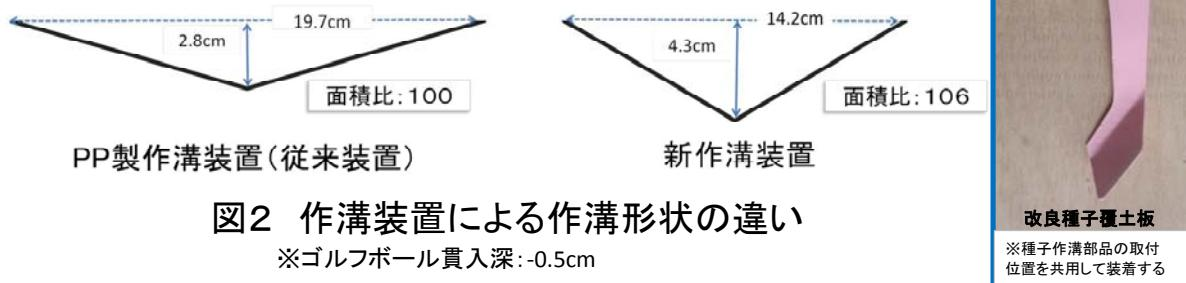

図2 作溝装置による作溝形状の違い
- (3) 従来装置と比較すると、作溝する溝の形状は、幅が狭く、深溝であるが同程度の作溝性能を示し、同程度の苗立ち・収量が得られる。また、種子覆土板等を取り外し、無覆土表面播き仕様にすることにより鉄コーティング湛水直播栽培（条播のみ）にも適応できる（図2、表1）。